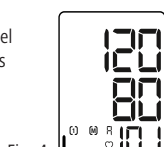

Fig. 4
■ Después de seleccionar cada memoria de usuario, en la pantalla aparece primero el símbolo o que corresponda y una A. Se muestra el valor medio de todos los datos guardados de la memoria de usuario correspondiente (véase la fig. 4).